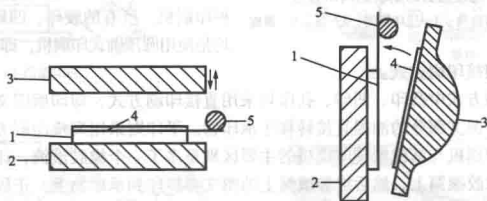

图1-2 平压平式印刷机结构示意图
a. 平压平式印刷机。平压平式印刷机是印版版台和压印机构均呈平面形,如图1-2所示。印刷时,由于整个印版与压印平板全部接触,印版一次所承受的总压力较大,压印时间较长,生产出来的产品,墨色鲜艳,笔画饱满。